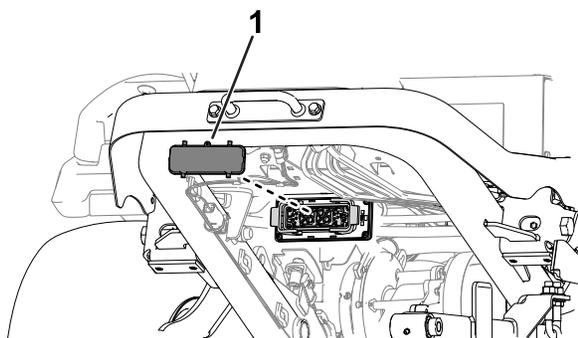

Bild 21
6. Bringen Sie die Abdeckungen des Mähwerkanschlusses und des Maschinenanschlusses an (Bild 21).